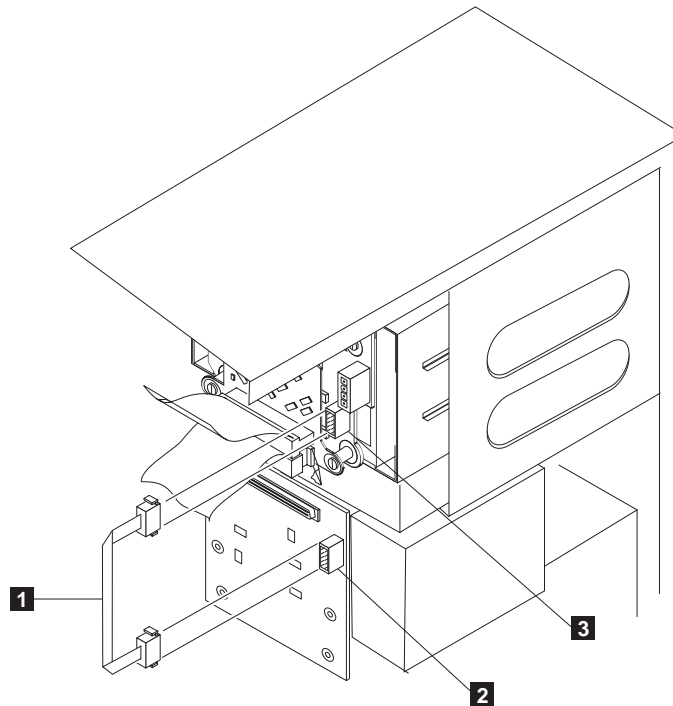

Figura 62. Conectando o cabo I²C cinza
- a) Conecte um dos conectores de cabo I²C ao painel traseiro SCSI (consulte a Figura 62 na página 87 para ver a localização do conector no painel traseiro SCSI).
- b) Conecte o outro conector de cabo I²C ao novo painel traseiro SCSI da Expansão 3-Pack (consulte a Figura 62 para ver a localização do conector no painel traseiro da Expansão 3-Pack).